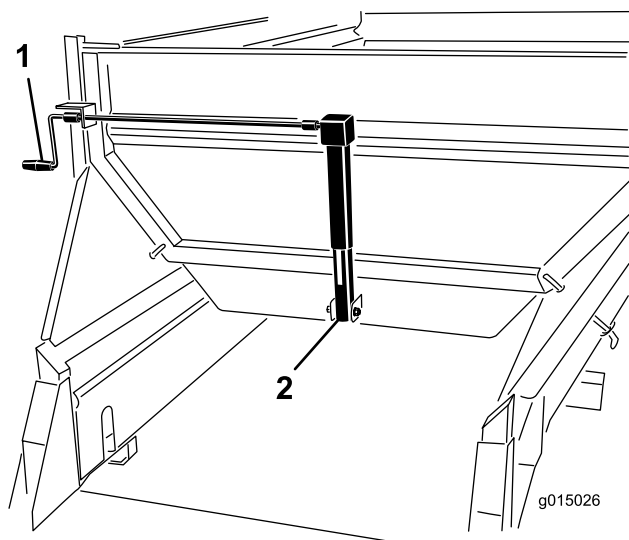

Рисунок 46
Поверните коленчатый рычаг для регулировки борта (Рисунок 46) так, чтобы совместить стрелку с центром секции требуемого цвета (желтой в нашем примере).
1. Поверните коленчатый рычаг для регулировки борта (Рисунок 46) так, чтобы совместить стрелку с центром секции требуемого цвета (желтой в нашем примере).